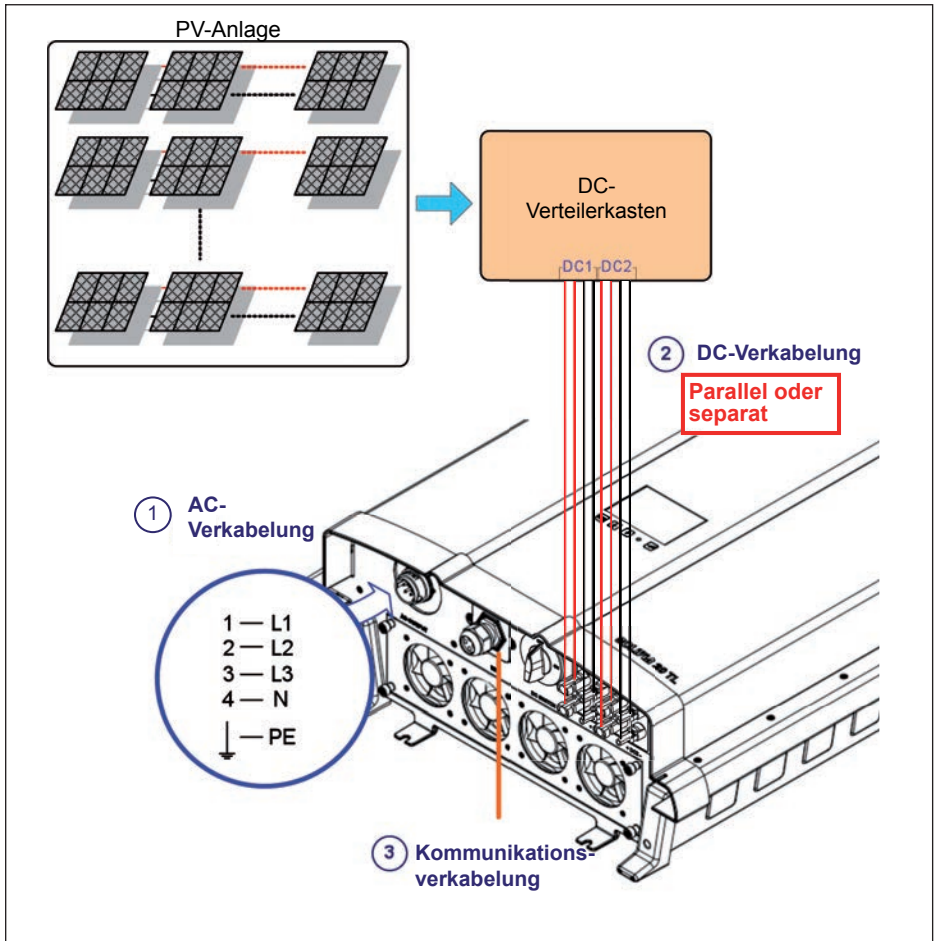

Abb. 6.1.: Anschluss des Systems bei erdfreien DC-Eingängen
- Bei erdfreiem DC-Eingang ist kein externer Transformator erforderlich. Die Anschlussweise ist in Abbildung 6-1 dargestellt. Der Wechselrichter kann parallel geschaltete DC-Eingänge (1 MPP-Tracker) oder getrennte DC-Eingangsanschlüsse (2 MPP-Tracker) aufnehmen.